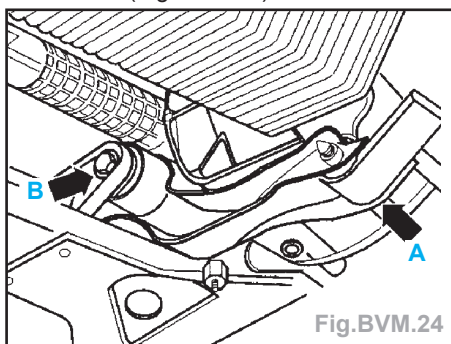

Fig.BVM.24
- Palier arrière de BV modifié : la boîte est fixée à l'arrière sur un tirant d'anti-basculément (Fig.BVM.24) :